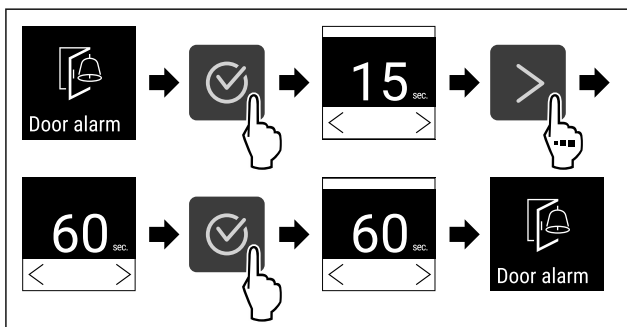

Fig. 105
- ▶ Genomför handlingsstegen (se Fig. 105).